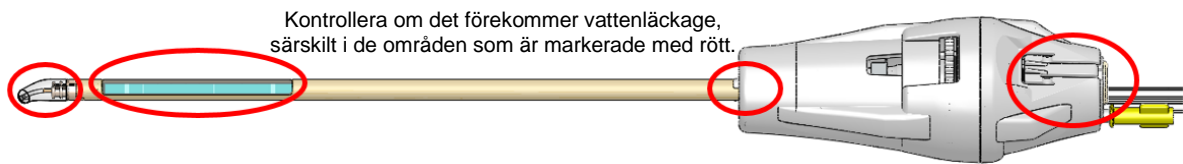

Bild 28: Områden där vattenläckage i ultraljudsapplikatorn ska kontrolleras
7. **Urolog:** Kontrollera nogga att det inte förekommer vattenläckage längs ultraljudsapplikatorns skaft och var uppmärksam på de särskilda områden som visas i *Bild 28*. Om du ser vatten är ultraljudsapplikatorn defekt och får inte användas.